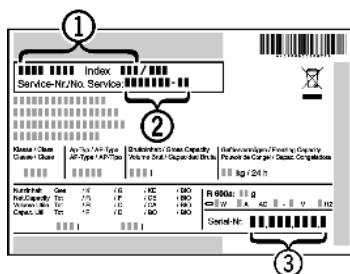

Fig. 18
► Обратитесь в сервисную службу и сообщите вид неисправности, наименование устройства Fig. 18 (1), сервисный № Fig. 18 (2) и серийный № Fig. 18 (3).